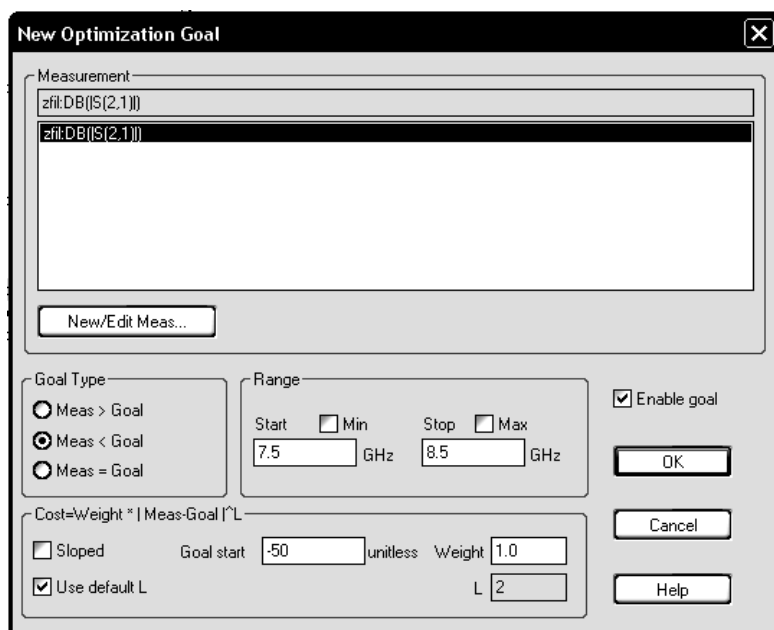

Рис. 2.29
- Откройте окно графика. Установите цель оптимизации в полосе заграждения. Щёлкните правой кнопкой мышки по **Optimizer Goals** в левом окне проекта и выберите **Add Opt Goal**. В открывшемся окне рис. 2.29 в области **Goal Type** отметьте **Meas<Goal**, в области **Range** (диапазон) снимите “галочки” в полях **Min** и **Max**. В поле **Start** введите **7.5**, в поле **Stop** введите **8.5**. В поле **Goal start** в нижней части окна введите **-50**. Нажмите **OK**.